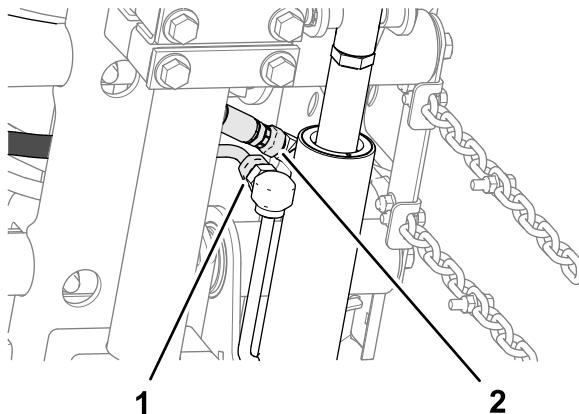

Figura 16
2. Allineate un distanziale tra la piastra portante e la piastra di montaggio (Figura 16) e assemblate senza serrare le piastre e il distanziale con un bullone a testa tonda (3/8" x 1 1/4") e un dado di bloccaggio flangiato (3/8").